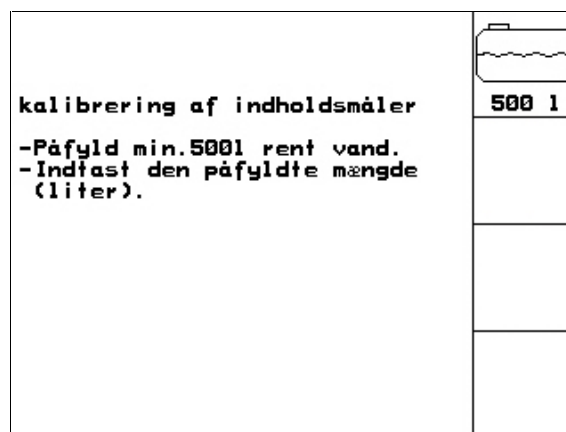

Fig. 64
4. Kod N-faktoren i cm ind ved hjælp af funktionsfeltet  Sprøjtehyulene skal begynde at dreje samtidig med traktorens baghjul (Fig. 64/1)!
- Mål a (Fig. 64) lægges til N-faktoren.
- Mål b (Fig. 64) trækkes fra N-Faktoren.